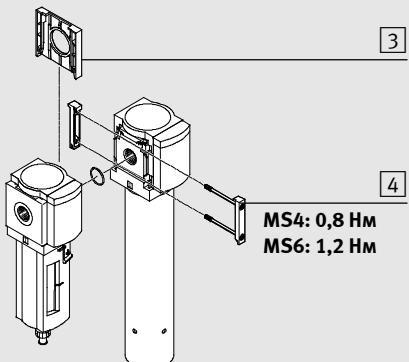

Рис. 2
- Поместите соединители модуля MS...-MV [4] в пазы MS...-LDM1... и соседнего модуля подготовки воздуха. При этом между модулями подготовки воздуха требуется поместить уплотнение (см. рис. 2).